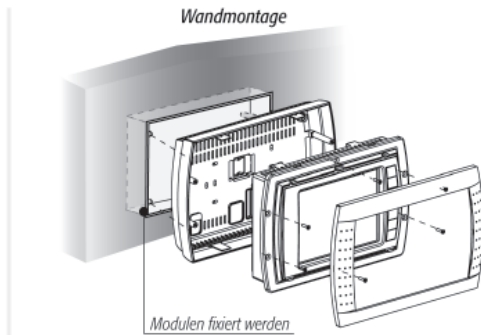

Abb. 3
Bei der Wandmontage des Bedienteils muss die Geräterückseite (Abbildung 3) an einem Standardeinbaukasten mit 12/14 Modulen fixiert werden (Gesetzesverweis CEI23-48 – IEC60670).
- Das Frontteil an der Gehäuserückseite montieren: gemäß Abbildung 3 mit den 4 in der Verpackung enthaltenen Senkschrauben befestigen;